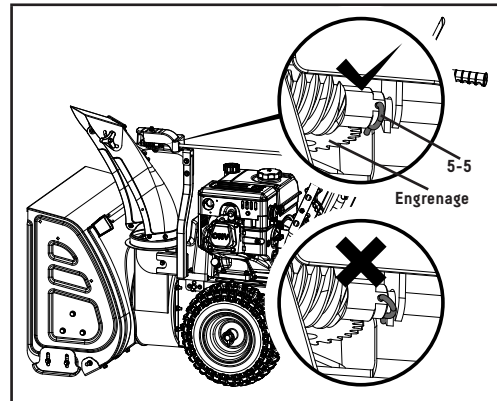

Figure 10B
3. Aligner du levier et de l'engrenage, puis effectuez le lien avec la goupille R (figure 10B).
Assurez-vous que la goupille R est positionnée de la façon illustrée dans la figure 10B.